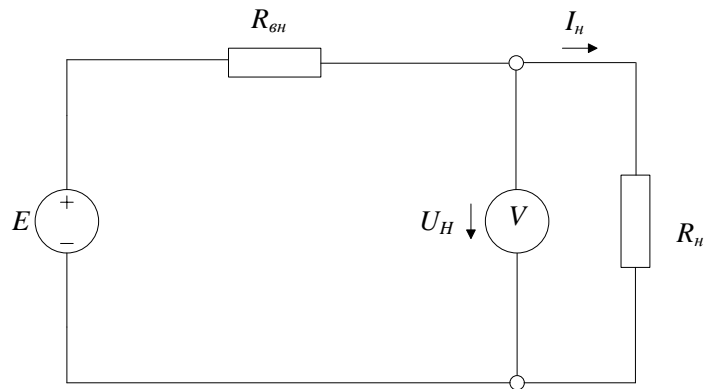

Рис.9.1. Электрическая цепь постоянного тока
1. Собрать цепь согласно схеме (рис.9.1.);